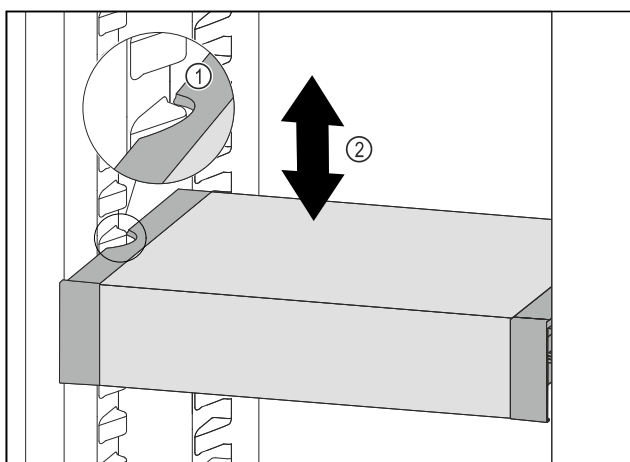

Fig. 98
- ▶ VarioSafe w chłodziarce przesunąć w górę lub w dół, aż zostanie osiągnięta żądana wysokość. Fig. 98 (2)